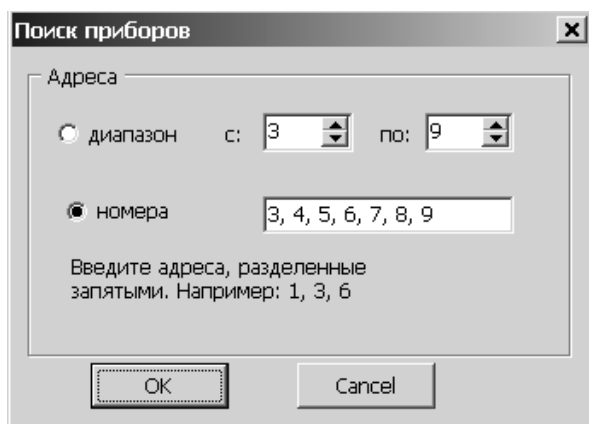

Рис. 5. Вид окна «Поиск приборов».
2.4.1.3. Для программного подключения требуемых модулей КПИ нажать кнопку **Поиск** и в появившемся окне **Поиск приборов** (рис.5) установить адреса модулей КПИ.